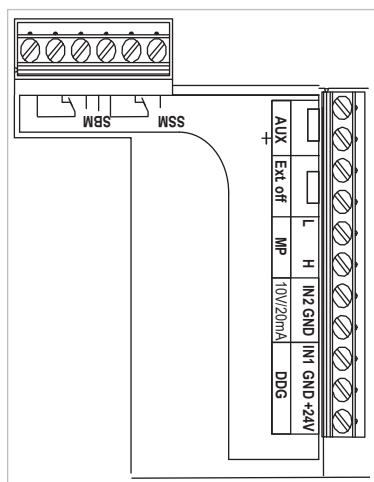

Fig. 23: Bornes de commande
- Bornes de commande (fig. 23)